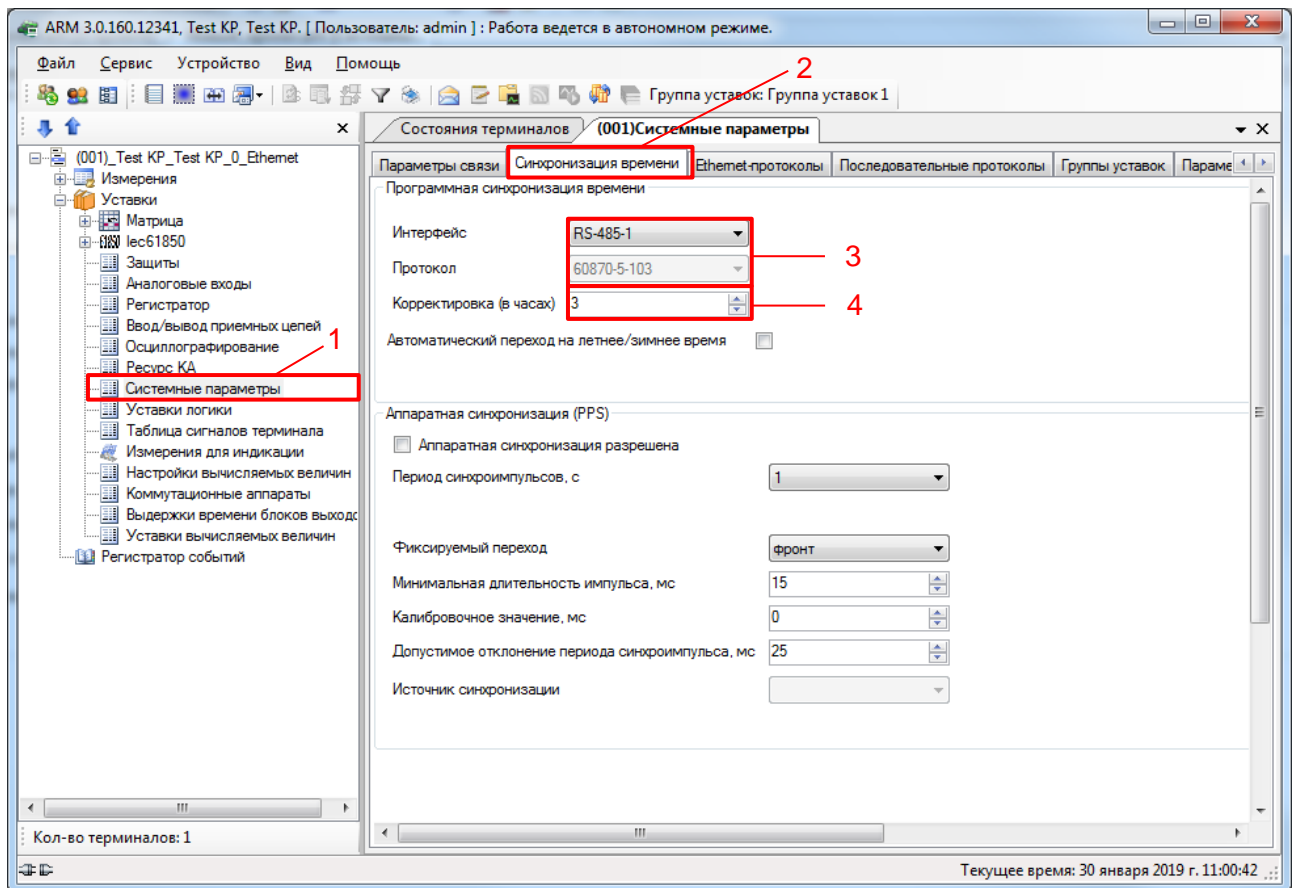

Рисунок 3 – Настройка синхронизации времени для протокола МЭК 60870-5-103
2.3.1 В «дереве» проекта программы АРМ-релейщика выбрать пункт меню **Уставки** → **Системные параметры** (см. рисунок 3, поз. 1), дважды щёлкнув левой кнопкой мыши на соответствующий пункт «деревя» проекта. Откроется окно **Системные параметры**.
2.3.3 На вкладке **Синхронизация времени** (см. рисунок 3, поз. 2) в выпадающем списке **Интерфейс** выбрать интерфейс, на который назначен протокол МЭК 60870-5-103: **60870-5-103** (см. рисунок 3, поз. 3).
2.3.4 Если необходимо задать значение корректировки внутренних часов терминала относительно временной метки, передаваемой по протоколу МЭК 60870-5-103 в поле **Корректировка (в часах)** (см. рисунок 3, поз. 4) выставить требуемую разницу в соответствии с проектом.